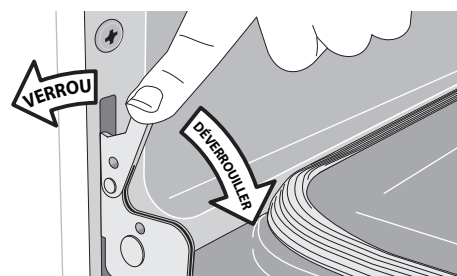

Figure 31 : Verrous des charnières de porte
2. Tirer les verrous des charnières de gauche et de droite complètement vers le bas du cadre de four, vers la porte du four (voir Figure 31). Il peut être nécessaire d'utiliser un tournevis plat.
4. Pousser les verrous de charnière vers le haut et de part et d'autre du cadre de four à la position de verrouillage (voir Figure 31).